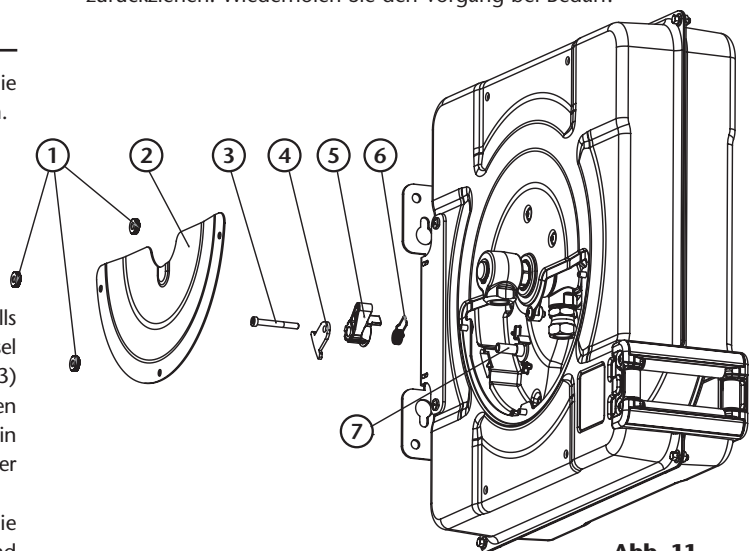

Abb. 11
1. Entfernen Sie die Wartungsabdeckung (2) (Abb. 11), indem Sie die Kunststoffmutter (1) lösen (Abb. 11). Kein Werkzeug erforderlich.
4. Lösen Sie die Schraube (3) (Abb. 11) und entfernen Sie die Verstärkungsplatte (4) (Abb. 11), die Sperrklinke (5) (Abb. 11) und die Sperrklinkenfeder (6) ((Abb. 11).
6. Setzen Sie die neue Sperrklinke und ihre Feder auf die Scheibenwelle (7) (Abb. 11), wobei zu beachten ist, dass die Federnasen auf der Sperrklinkenseite positioniert sein müssen und dazwischen die Nase, die in die Scheibe hineinragt, und welche hält die Sperrklinke in Position.
7. Positionieren Sie die Verstärkungsplatte (4) (Abb. 11) und tragen Sie einen Tropfen mittelfesten Schraubensicherungsack auf die Schraube (3) (Abb. 11) auf, bevor Sie sie einsetzen. Achten Sie beim Anziehen